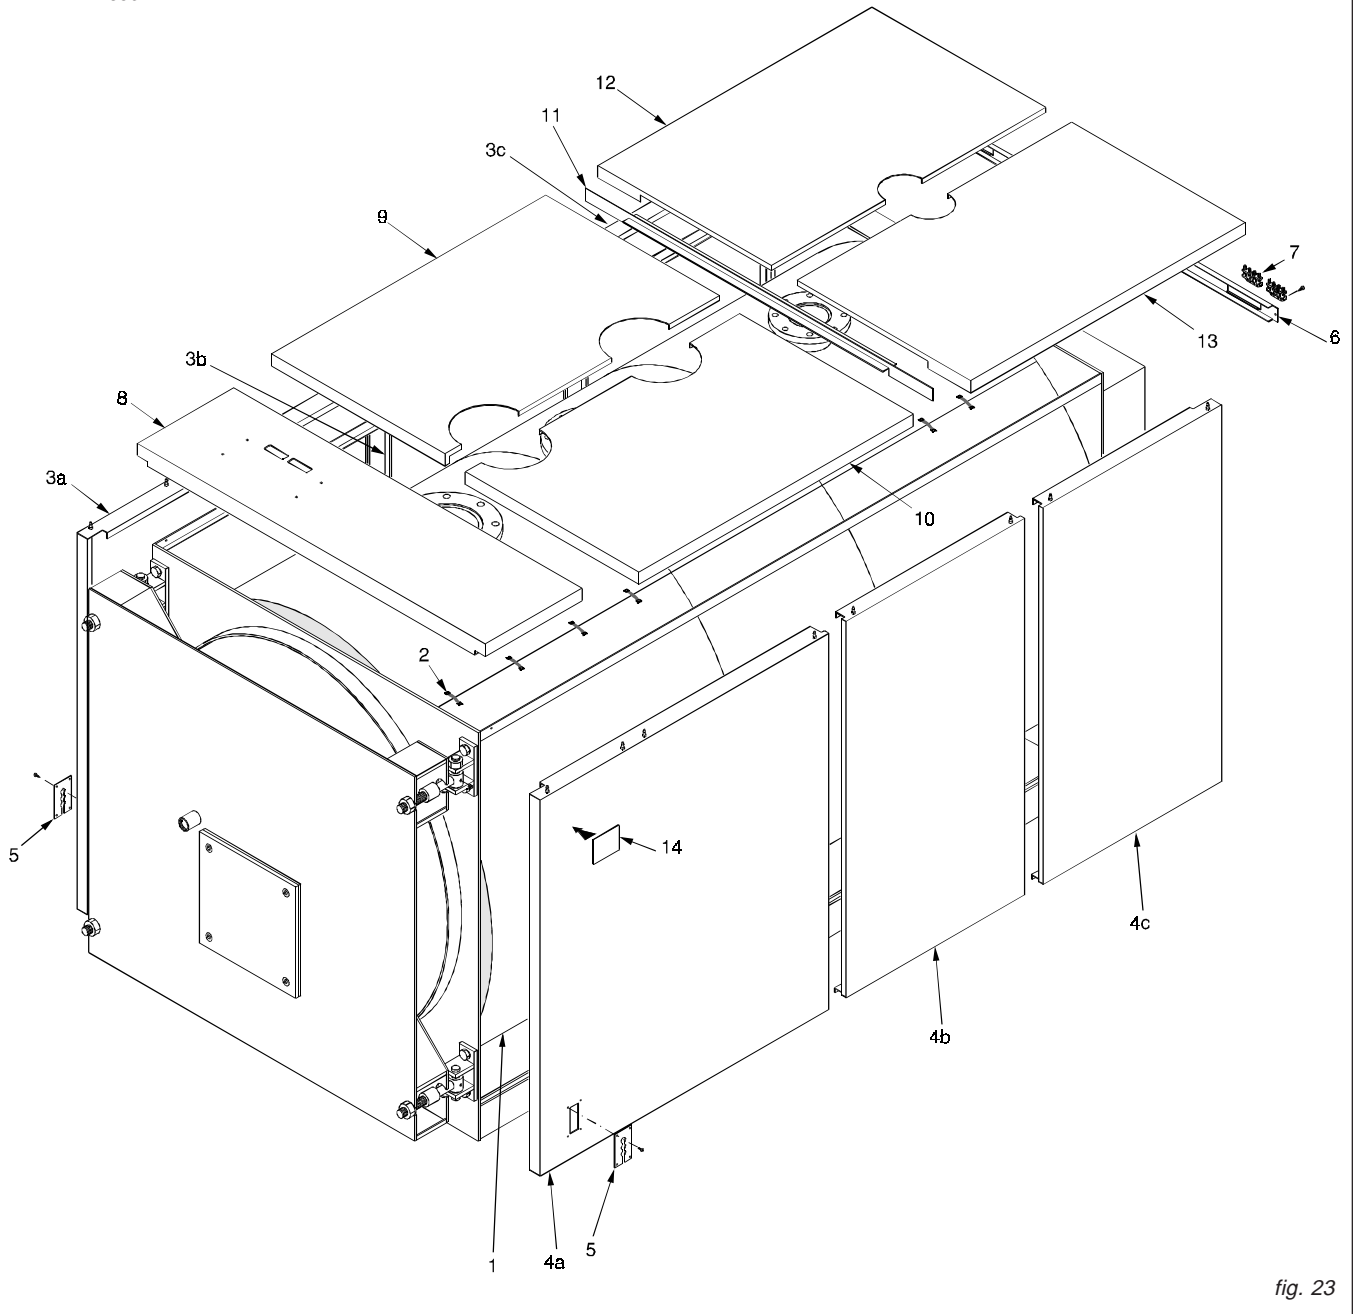

fig. 23
**Atención:** Para el modelo **ELL 2650** (ref. fig. 23), la carcasa y el aislamiento están dentro de 4 embalajes marcados:
### Secuencia de montaje (Ref. fig. 23)